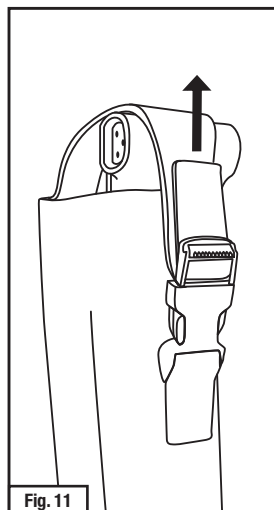
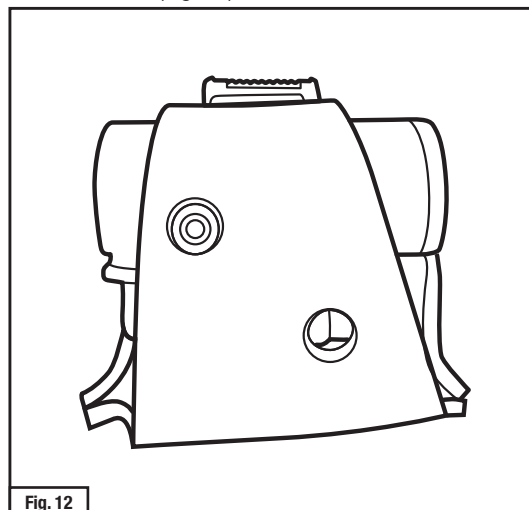

Fig. 11
Fig. 12
4. Con el adaptador y la batería totalmente insertados en la parte inferior de la cubierta, abroche la solapa superior y la parte inferior de la cubierta. Jale la banda de piel en el broche para apretar la parte superior de la funda para obtener un buen ajuste (Fig. 11). Asegúrese que la luz indicadora del adaptador pueda verse a través de uno de los dos orificios de la funda (Fig. 12).